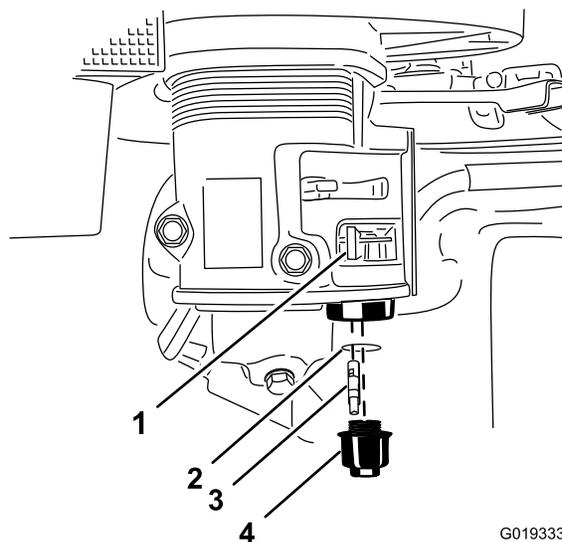

Figure 31
3. Tournez le robinet d'arrivée de carburant complètement à gauche en position Fermée (Figure 31).
5. Déposez le filtre à carburant et le joint torique (Figure 31).
8. Posez le filtre à carburant au fond du carburateur (Figure 31).